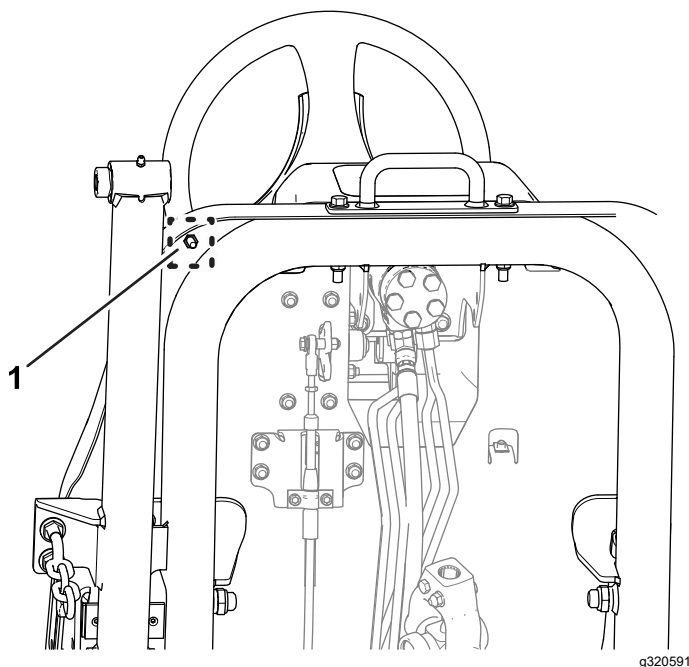

Bild 80
- B. Lösen Sie die Klemmmutter an der Unterseite der Fußplattform-Platte (**Bild 80**).
- F. Halten Sie den Fahrpedalanschlag fest und ziehen Sie die Klemmmutter an der Unterseite der Fußplattform-Platte (Bild 79 und Bild 80) auf 37-45 N·m an.